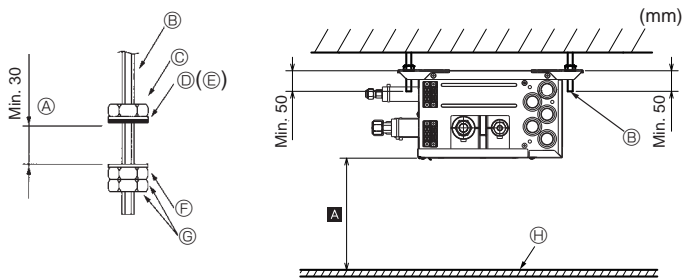

Fig. 6-1
- (2) Monter skiver og møtrikker (①, ②, anskaffes lokalt) på ophængningsboltene. (Fig. 6-1)
- (3) Hæng enheden op på ophængningsboltene.
- (4) Stram møtrikkerne helt (kontroller loftshøjden).
- (5) Brug et vaterpas til at sikre, at forgreningsdåsen er vandret.
- Ⓓ Skive (med stødpude) ①
- Ⓕ Skive (uden stødpude) ②